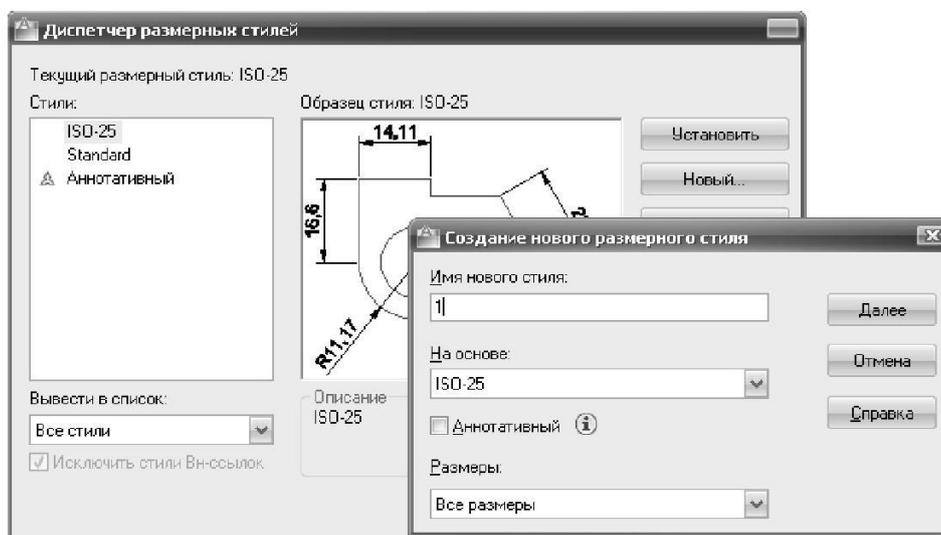

Рисунок 25. Диалоговое окно «Диспетчер размерных стилей»
- 2 В диалоговом окне «Диспетчер размерных стилей» (рис. 25):